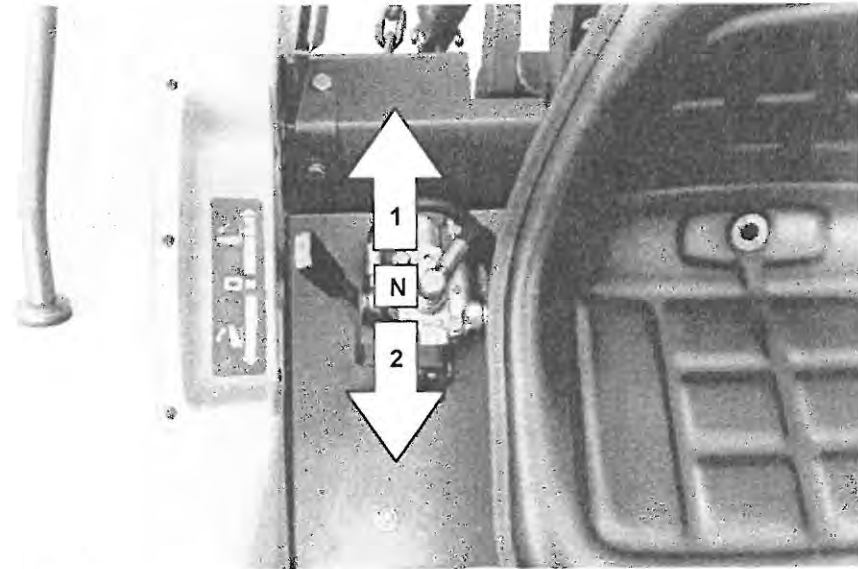

Abb. 23
**GEBRAUCH DES STANDARD HUBWERKS (Abb.23)**